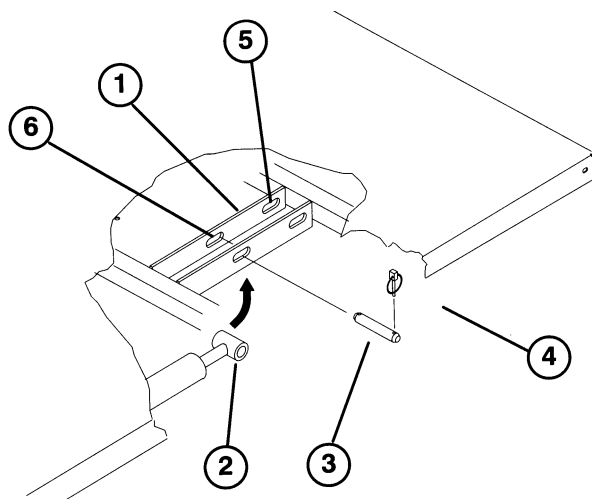

Bild 1
2. Die Klappstecker aus den äußeren Enden der Steckstifte der Zylinderstange entfernen (Bild 1).
3. Bei abgesenkter Mulde beide Zylinderstangen an ihren Enden mit Gabelkopfstift und Klappstecker in den passenden Schlitzen in den Einbauwinkelprofilen der Flachmulde absichern. Die Steckstifte von der Außenseite der Flachmulde einführen, während die Klappstecker ebenfalls an der Außenseite eingesteckt werden (Bild 1). Die hinteren Schlitze dienen dem Einbau der Flachmulde, während die vorderen der 2/3 Mulde dienen.